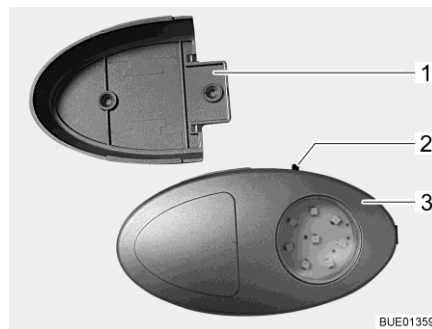

Fig. 81 Lámpara del armario ropero / linterna
- ▷ La lámpara del armario ropero puede ser extraída del soporte atornillado (Fig. 81,1) y ser usada como linterna.
El interruptor (Fig. 81,2) está instalado directamente en la lámpara del armario ropero (Fig. 81,3).